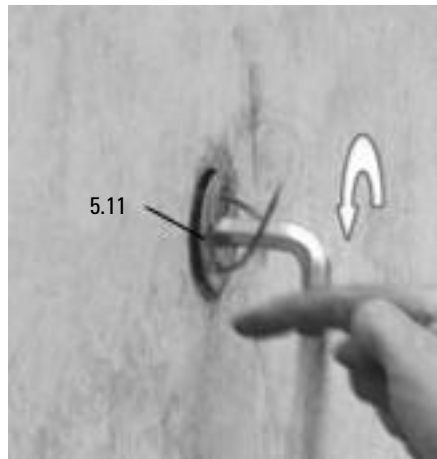

Fig. B1.16
1. Демонтирайте водещата шайба M24 (5.11) от конуса с ключ SW 14. (Fig. B1.16)